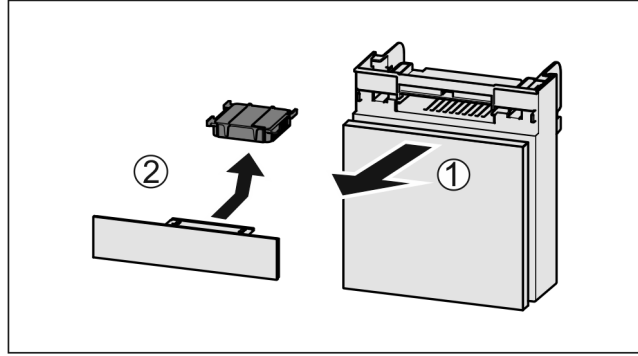

Fig. 126
- ▶ Rafı öne doğru dışarı çekin Fig. 126 (1).
- ▶ Aktif karbon filtresini çıkarın Fig. 126 (2).